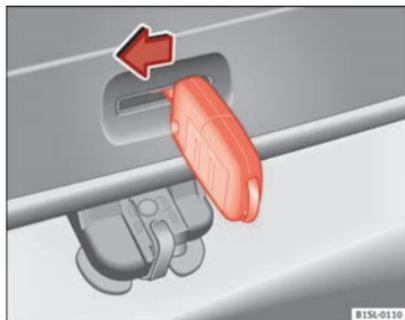

Abb. 138 Vom Gepäckraum aus: Heckklappe notentriegeln.
- Schlüsselbart in die Öffnung in der Heckklappe ⇒ **Abb. 138** stecken und Entriegelungshebel in Pfeilrichtung drücken, um die Heckklappe zu entriegeln. ■